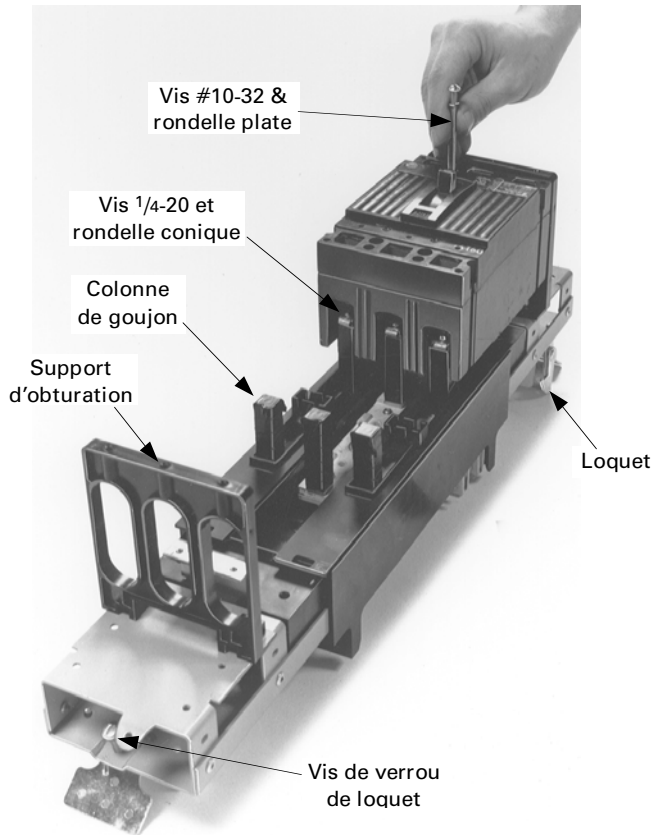

Figure 4. Installation du disjoncteur sur le module.
3. Installer le disjoncteur. Placer le côté On du disjoncteur par-dessus les colonnes de goujons, comme montré à la Figure 4. Fixer le disjoncteur au module avec des vis $1/4-20 \times 3/4$ " avec rondelles coniques et des vis #10-32 $\times 2^{3/4}$ ". Après que toutes les vis ont été placées, serrer les vis $1/4-20$ à 40–50 lb.-po. et les vis #10-32 à 25–30 lb.-po.